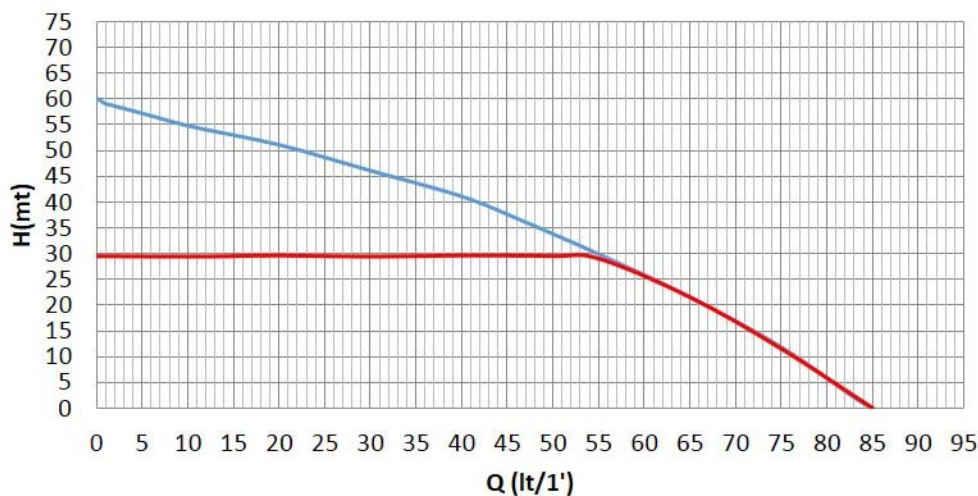

Fig. 2
Le graphique de la Fig.2 illustre la courbe des prestations hydrauliques. L'inverseur module automatiquement la vitesse de rotation de l'électropompe, lui permettant ainsi de dépasser selon les besoins son point de travail sur une partie quelconque de la zone située sous sa courbe, afin de maintenir la constance de la valeur de pression paramétrée (SP). La courbe en rouge montre le comportement du système avec réglage (setpoint =point de consigne) à 3.0 bar.